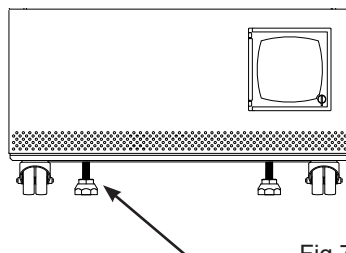

Fig 7
(Voir fig. 7)
2. Utiliser un stylo pour activer le système de batterie de secours par le trou montré à la fig. 7